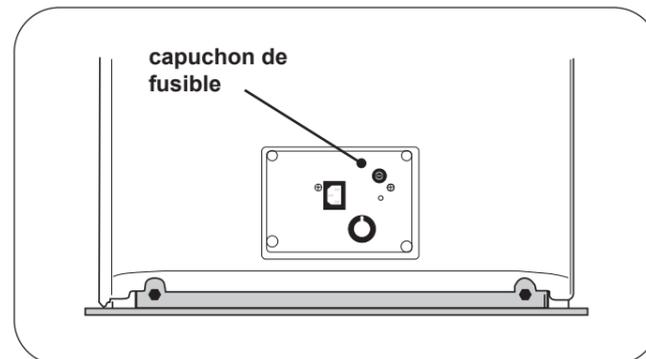

Figure 44. capuchon de fusible
3. Poussez le capuchon du porte-fusible avec un tournevis plat et tournez-le d'un quart de tour dans le sens inverse des aiguilles d'une montre pour retirer le capuchon et le fusible (Figure 44).